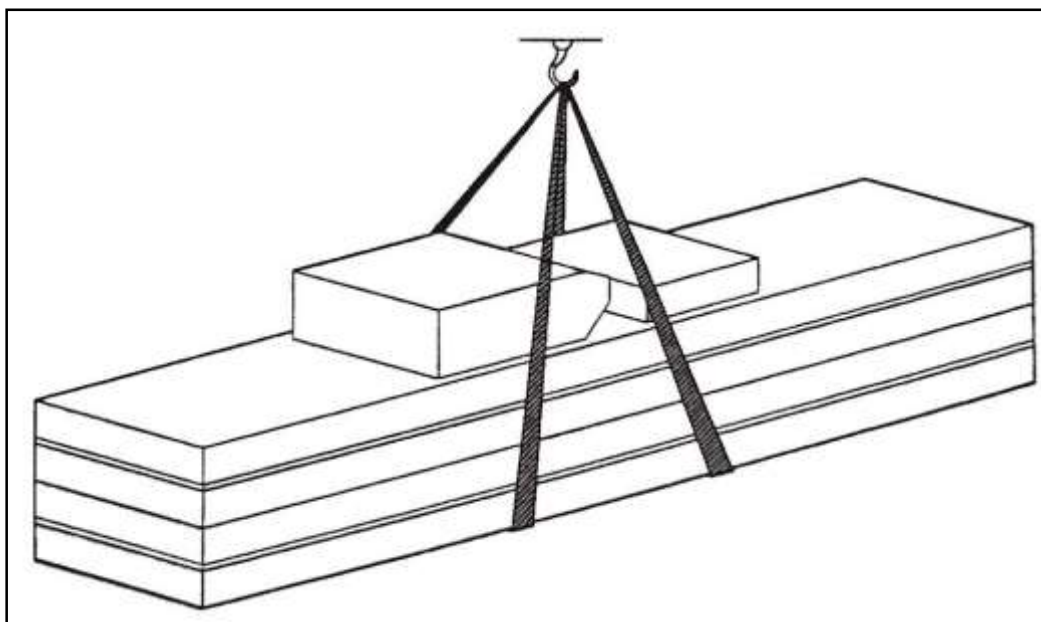

Рис.2
**Транспортировка (Рис.2)**
В дополнение – загрузка и разгрузка товара должна производиться как на рисунке (Рис.2)